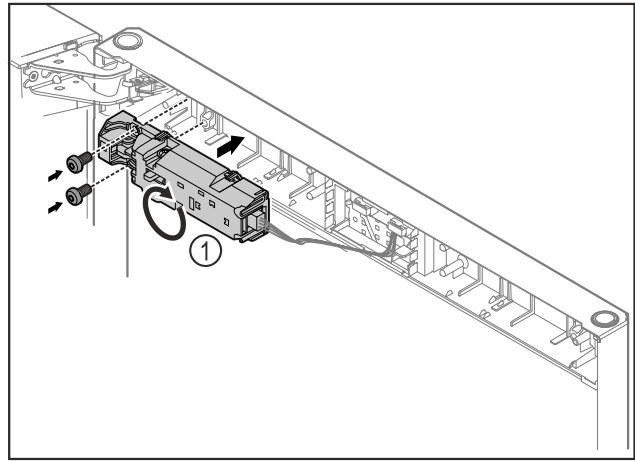

Fig. 13
- ▶ Rotiți încuietoarea de la distanță Fig. 13 (1) cu 180° și fixați-o pe partea opusă.